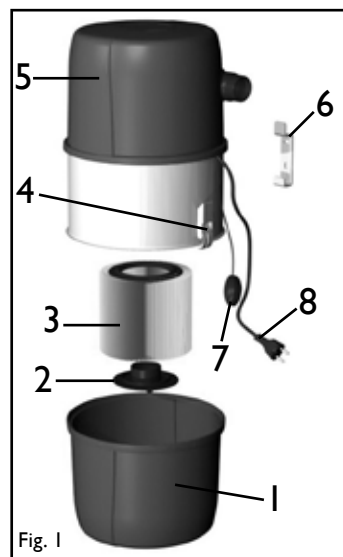

Fig. 1
Öppna dammbehållarens spännen (4) (se fig. 1). Dammbehållaren (1) hänger nu i centralenheten. Lyft behållaren från krokarna och töm dammbehållaren. Kontrollera att dammbehållarens tätningsspår är rent innan du placerar tillbaka behållaren. Skräp som hamnar mellan försämrar tätheten och sugförmågan samt skadar tätningstorna.
### 2.2 Filterservice, fig. 1
Inuti centralenhetens motorhölje (fig. 1; 5) finns inga delar för användaren att underhålla. Vi rekommenderar att en auktoriserad Allaway-servicefirma bedömer behovet av service/utbyte av elmotorturbinen och övriga delar inuti motorhöljet efter cirka 600 brukstimmar, vilket motsvarar 8 år med i medeltal 1,5 timmar användning varje vecka.